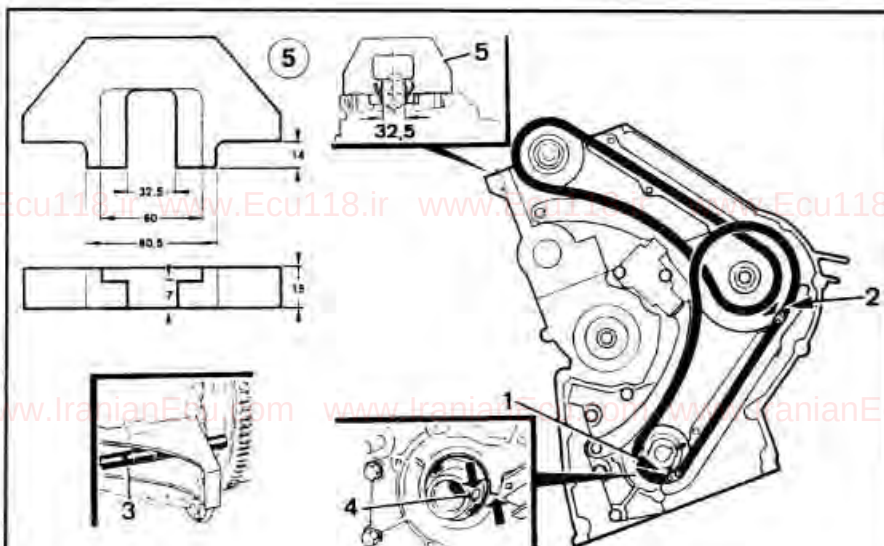

Рис. 3-29. Установка цепи привода механизма газораспределения:
дился напротив метки 4 (рис. 3-29) на корпусе масляного насоса, что соответствует положению 26° до ВМТ такта сжатия 1-го цилиндра, и застопорить его в этом положении с помощью фиксатора 3
- С помощью фиксатора 5 BMW 11.3.320 (рис. 3-29) заблокировать распределительный вал в положении ВМТ такта сжатия 1-го цилиндра и перекрытия клапанов 4-го или 6-го цилиндра.